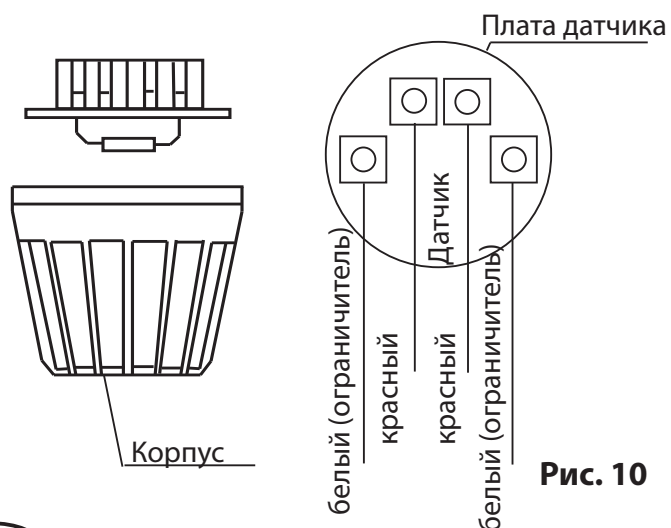

Рис. 10
3. Проденьте проводку датчика через отверстие и закройте проводку датчика согласно рис. 10.
4. Провода ограничителя (белый) и датчика температуры (красный) подключите к клеммам платы датчика согласно рис. 10. После этого зафиксируйте плату датчика в корпусе.